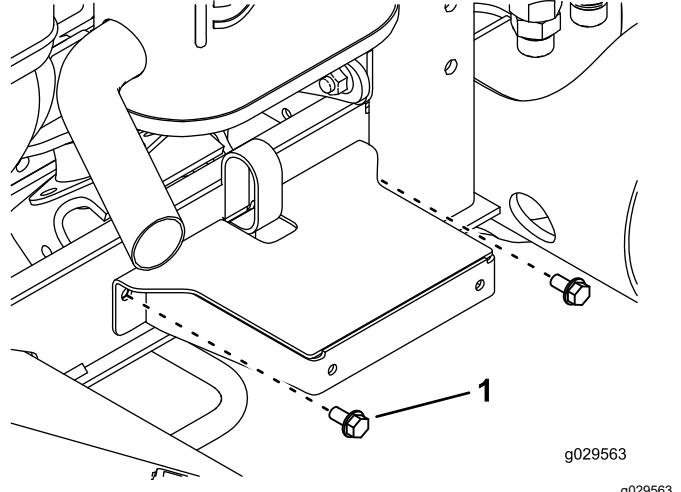

Bild 21
12. Befestigen Sie die Kotflügelbefestigung mit 2 gewindefurchenden Schrauben (5/16" x 5/8") durch die neu gebohrten Löcher am Rahmenkanal, wie in Bild 21 gezeigt.